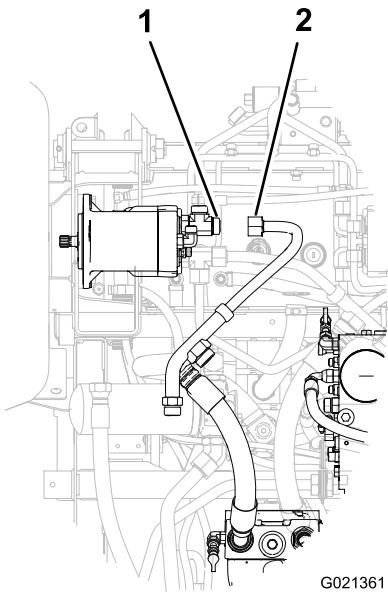

**Bild 5**
3. Entfernen Sie die zwei Schrauben und zwei Bundmuttern, mit denen die Stützhalterung an der Chassishalterung befestigt ist, und entfernen Sie die Stützhalterung (Bild 5).